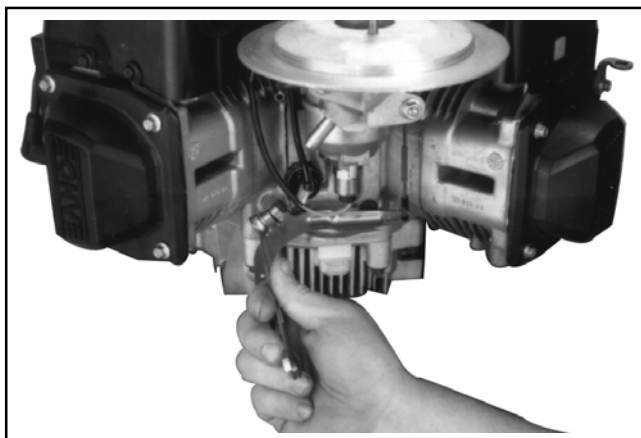

Figura 9-16. Rimozione della leva del regolatore.
1. Allentare il dado esagonale e rimuovere la leva del regolatore dall'albero trasversale. Vedere Figura 9-16. Lasciare la leva collegata alla tiranteria dell'acceleratore.